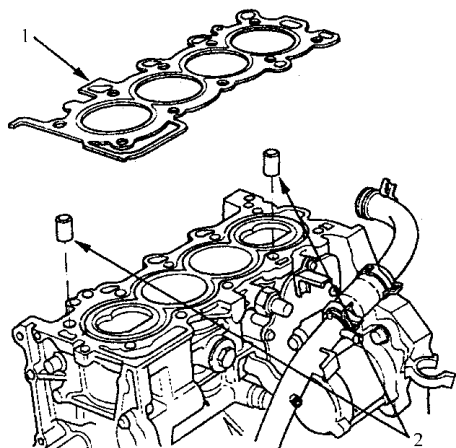

图 2-129 安装缸垫
2) 如图 2-129 所示, 将缸盖垫圈和定位销安装到缸体上, 务必使用新的缸盖垫圈。